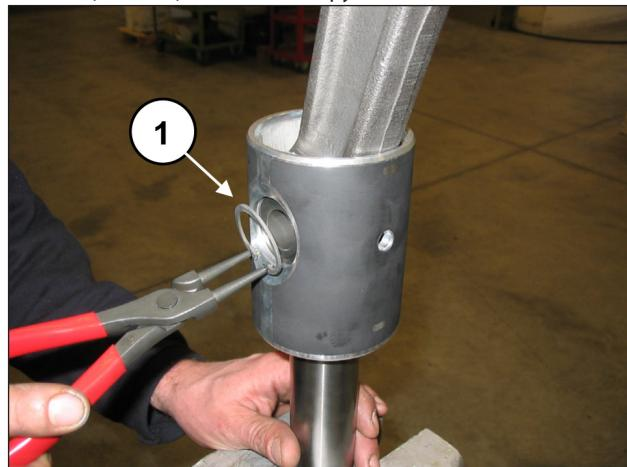
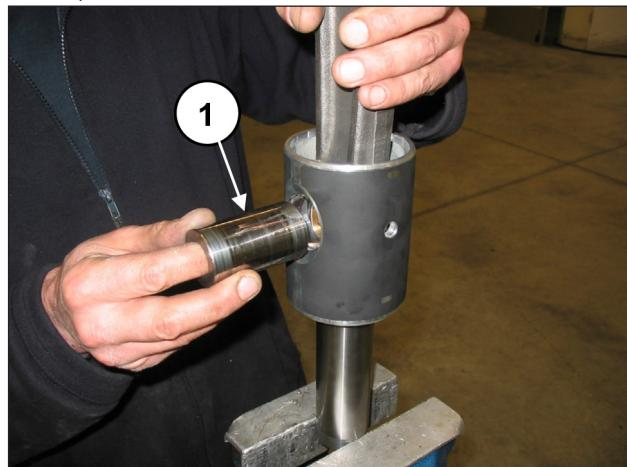
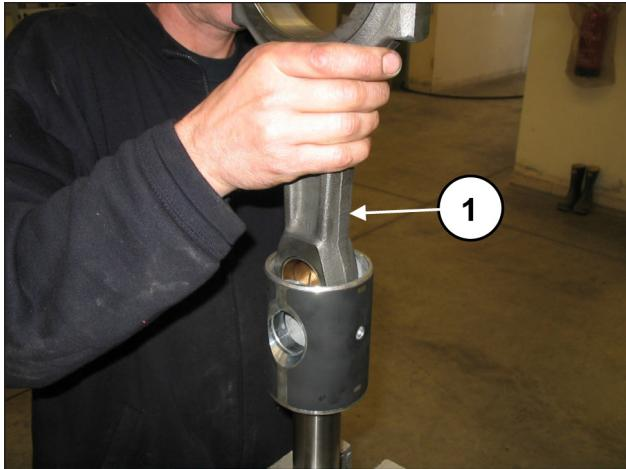

Рис. 43
Рис. 44
Рис. 45
Снимите оба стопорных кольца Seeger поршневого пальца с помощью специального инструмента (поз. ①, Рис. 43).
Снимите палец (поз. ①, Рис. 44) и извлеките шатун (поз. ①, Рис. 45).
Вставьте шатун в направляющую поршня (поз. ①, Рис. 45), а затем вставьте палец (поз. ①, Рис. 44). Установите оба стопорных кольца буртика с помощью специального инструмента (поз. ①, Рис. 43).